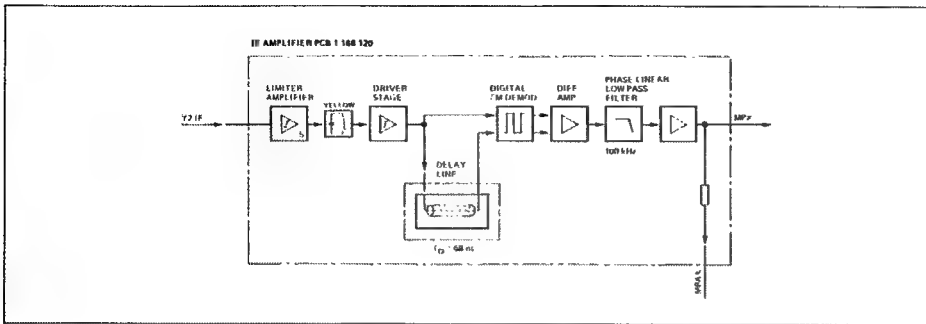

Fig. 3.3
3.1.4 FM-Demodulator 1.166.130 (Fig. 3.3)
3.1.4 FM demodulator 1.166.130 (fig. 3.3)
3.1.4 Démodulateur 1.166.130 (fig. 3.3)